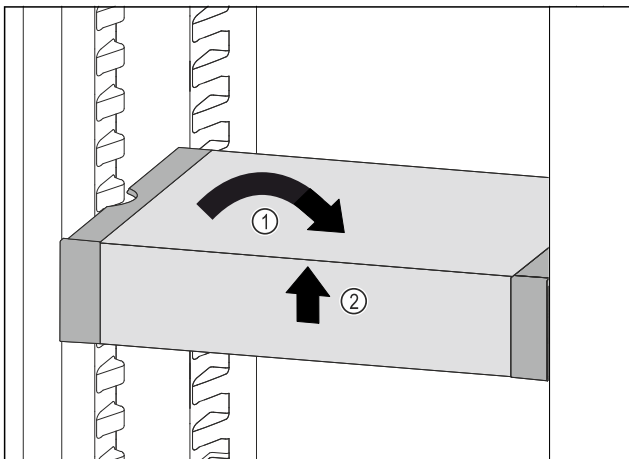

Fig. 64
- ▶ Ställ VarioSafe rakt. Fig. 64 (1)
- ▶ Lyft VarioSafe framåt. Fig. 64 (2)